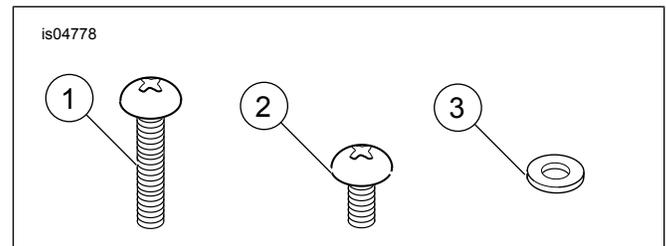

Figura 1. Peças de reposição: Kit de Ferragens da Caixa de Interruptores
Ver Figura 1 e Tabela 1.
3. Ver Figura 1. Para montar a alavanca da embraiagem superior e inferior, bem como as pinças da caixa do travão dianteiro, utilize os parafusos (1) com as anilhas (3). Aperte os parafusos de acordo com as instruções fornecidas no Manual de Serviço de Oficina adequado.
4. Para montar as caixas de cobertura dos interruptores, utilize os parafusos (2). Aperte os parafusos de acordo com as instruções fornecidas no Manual de Serviço de Oficina adequado.